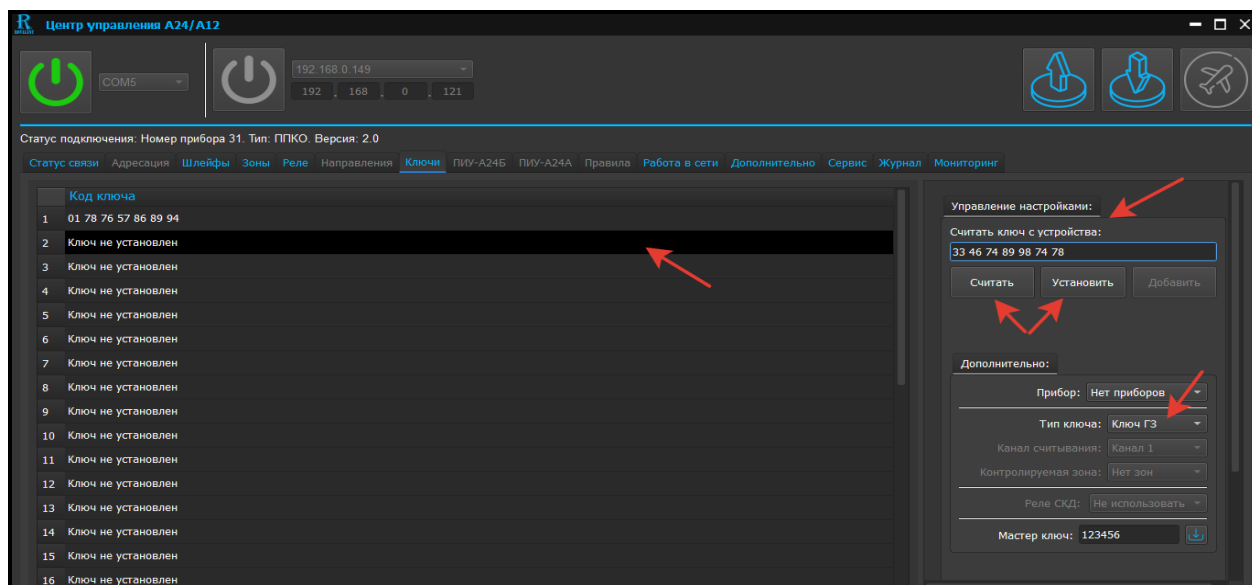

Рис. 58. Скриншот окна программирования ключей типа «ГЗ»
4.5.3 Программирование ключей типа «ГЗ» (см. рисунок 58)